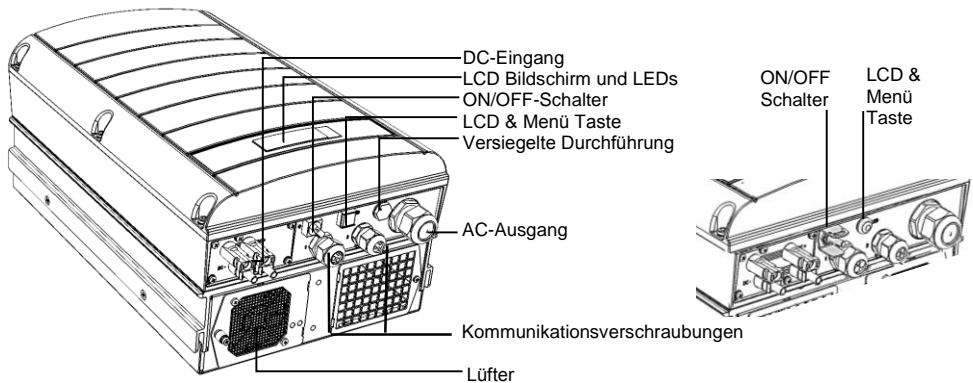

Abbildung 3: Wechselrichteranschlüsse (Beispiel: Dreiphasen-Gerät)
- 4 Öffnen Sie die AC-Kabelverschraubung und führen Sie das Kabel durch die Verschraubung ein (siehe Abbildung 3).